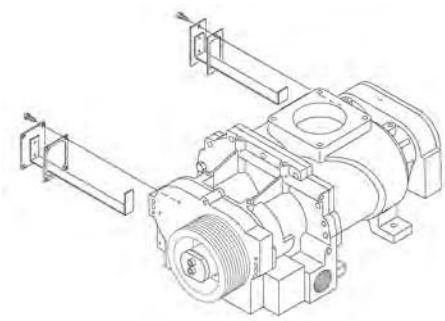

Рис. 58: Выталкиватель для типа 31 – 55
6. → Тип 31 – 55: При помощи встроенного выталкивателя (Рис. 58) можно удалить консистентную смазку, находящуюся в области подшипников.